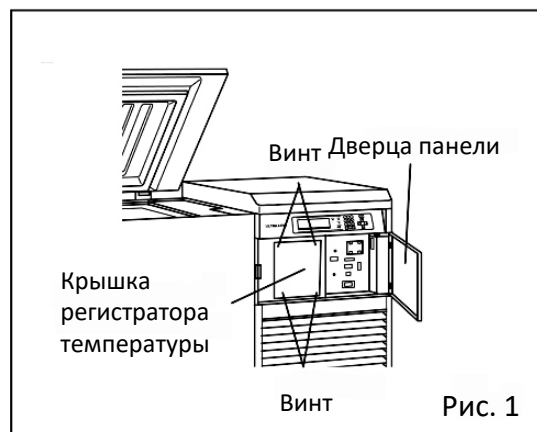

Рис. 1
В данном морозильнике для устройства сигнализации аварийного отключения электропитания используется аккумуляторная батарея. Она находится в батарейной коробке внутри бокового столика (Рис. 1).
1. Открутите 4 винта (показаны стрелками) спереди. Затем открутите 4 винта на крышке регистратора и снимите ее. (Рис. 1)
1. Открутите 4 винта крышки отверстия коммуникационной коробки (Рис. 1)